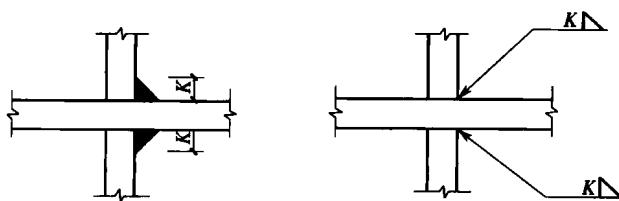

图 1-25 3个和3个以上焊件的焊缝标注方法
- (3) 3 个和 3 个以上焊件的焊缝标注方法如图 1-25 所示。